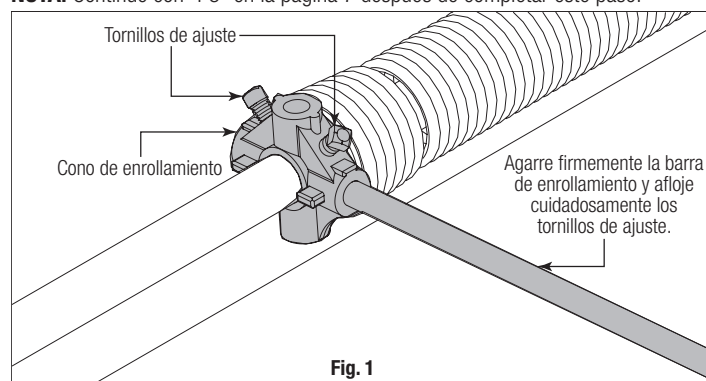
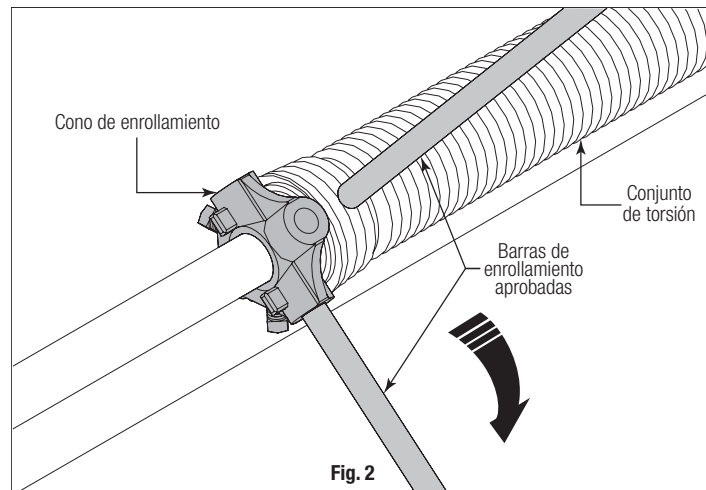

Fig. 1
Fig. 2
**PASO 2:** Inserte una barra de enrollamiento aprobada en uno de los agujeros del cono de enrollamiento. EJERZA PRESIÓN HACIA ARRIBA. Teniendo precaución, afloje los dos (2) tornillos de ajuste ubicados en el cono de enrollamiento. Está preparado para soportar la fuerza de torsión completa del resorte o los resortes al aflojar los tornillos de ajuste (use la Fig. 1 y la Fig. 2).
**PASO 2A:** Inserte una barra de enrollamiento aprobada en uno de los agujeros del cono de enrollamiento. EJERZA PRESIÓN HACIA ABAJO. Teniendo precaución, afloje los dos (2) tornillos de ajuste ubicados en el cono de enrollamiento. Está preparado para soportar la fuerza de torsión completa del resorte o los resortes al aflojar los tornillos de ajuste (use la Fig. 1 y la Fig. 2).
**PASO 3:** Una vez que los tornillos de ajuste estén flojos, baje lenta y cuidadosamente la barra de enrollamiento hasta que entre en contacto con la puerta. Inserte otra barra de enrollamiento en el agujero superior. Empuje hacia arriba y retire la barra inferior. Baje cuidadosamente la barra de enrollamiento superior 1/4 de vuelta a la vez. Repita el proceso de alternar las barras de enrollamiento hasta que se haya eliminado toda la tensión. Si su puerta está equipada con dos (2) resortes de torsión, siga el mismo procedimiento para eliminar la tensión en el segundo resorte.
**PASO 3A:** Una vez que los tornillos de ajuste estén flojos, suba lenta y cuidadosamente la barra de enrollamiento 1/4 de vuelta a la vez. Inserte otra barra de enrollamiento en el agujero inferior. Empuje hacia abajo y retire la barra superior. Suba cuidadosamente la barra de enrollamiento inferior 1/4 de vuelta a la vez. Repita el proceso alternado las barras de enrollamiento hasta que se haya eliminado toda la tensión. Si su puerta está equipada con dos (2) resortes de torsión, siga el mismo procedimiento para eliminar la tensión en el segundo resorte.